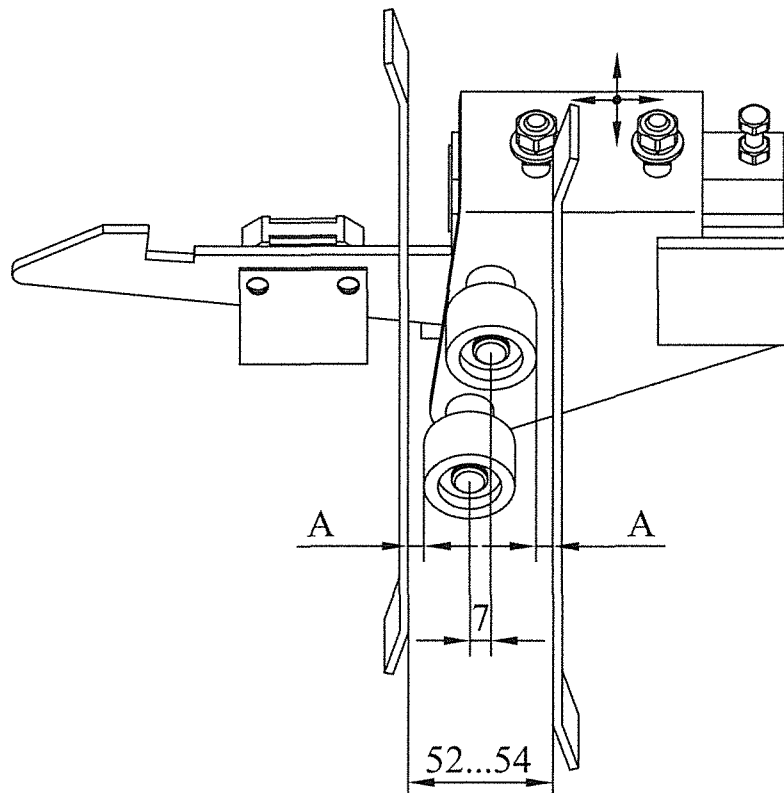

Рисунок 6 – Регулировка рычага замка по отношению к отводкам
- вхождение роликов замка двери шахты в отводки привода кабины должно быть от 10 до 12 мм. Размер обеспечивается перемещением рычага замка в горизонтальной плоскости. Расстояние А при запертом замке и открытых отводках между внутренней поверхностью отводок и роликами должно быть одинаковым с обеих сторон (рисунок 6);